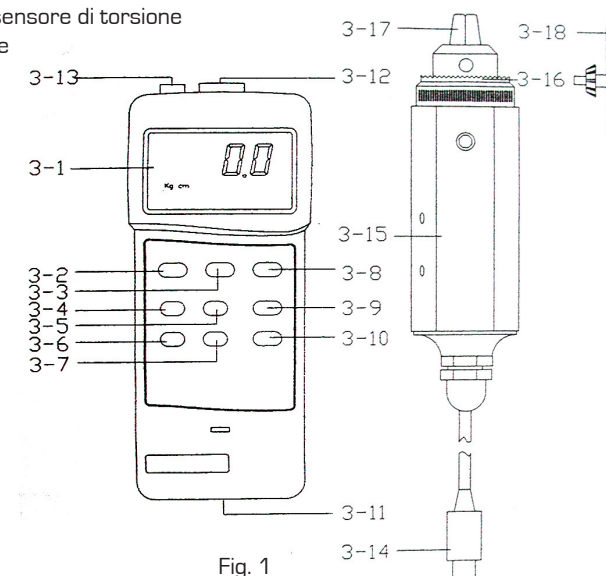
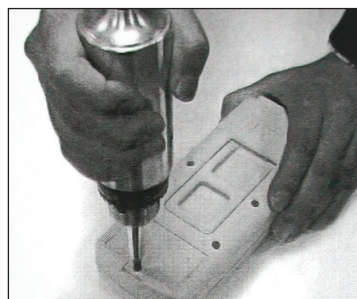
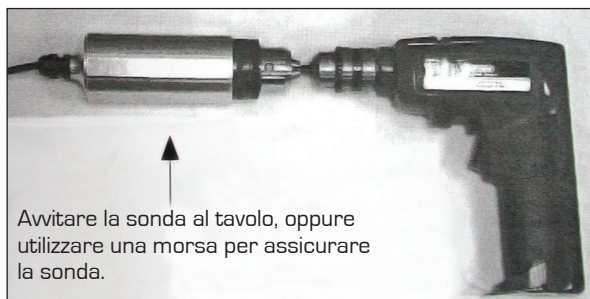

Fig. 1
Fig. 2
Fig. 3
- 1- Inserire il **"Cavo di collegamento del sensore"** (3-14, fig. 1) nella "Preso di collegamento sensore" (3-12, fig. 1).
- 2- Premere il pulsante **"POWER"** (3-2, fig. 1) per accendere il misuratore di torsione
- 3- Premere il pulsante **"SENSOR TYPE"** (3-8, Fig. 1) per verificare se il tipo di sensore del misuratore è idoneo al sensore esterno di torsione. Premere il pulsante "SENSOR TYPE", il display visualizzerà "15 cm kg".
- 4- Pulsante **UNIT**, Premere il pulsante "Unit" (3-5, fig. 1) per selezionare l'unità di misura Kgf-cm, LBF-inch o Newton-cm.
- 5- Pulsante **RESOLUTION**, Premere il pulsante "RESOLUTION" (3-7, fig. 1) per selezionare l'alta o bassa risoluzione.
- 6- Pulsante **FAST/SLOW**, Il pulsante "FAST/SLOW" (3-10, fig. 1) viene usato per selezionare il tempo di campionamento: rapido o lento.
- 7- Fissare al **"Mandrino"** l'attrezzo idoneo alla misurazione, con il "Pignone" (3-18, fig. 1) stringere la "Ghiera" (3-16, fig. 1). Rif. Fig. 2 e Fig. 3
- 8- Pulsante **ZERO**, Prima della misurazione, se il display visualizza un valore diverso da zero, è necessario azzerare il valore di misurazione, preme il pulsante "ZERO" (3-9, fig. 1), il display visualizzerà il valore zero.
- 10- Ritenuta del valore di picco, Durante la misurazione, premere il pulsante "PEAK" (3-6, fig. 1), il display visualizzerà l'indicatore **"PEAK"** e il valore di picco.
- 11- **Ritenuta dati**, Durante la misurazione, premendo il pulsante "Hold" (3-3, fig. 1), il valore misurato viene memorizzato e il display mostrerà il simbolo "HOLD". Premere nuovamente il pulsante "HOLD" per rilasciare la funzione Hold e i dati.
- Il set di dati funzione consente di visualizzare i valori massimi e minimi. Per avviare il set di dati funzione, premere il tasto "Max. / Min. Button" (3-4, fig. 1) una volta. Simbolo "REC" apparirà sul display LCD.
- Con il simbolo **"REC"** sul display: [a] Premere il tasto "Max. / Min. Button" (3-4, fig. 1) una volta, il simbolo "Max" insieme con il valore massimo appariranno sul display.
La funzione "MIN/MAX" consente di visualizzare sul display i valori minimo e massimo della misurazione. Per avviare la funzione premere una volta il pulsante "MIN/MAX" (3-4, fig. 1), il display visualizzerà l'indicatore "REC".
[a] Premere una volta il pulsante "MIN/MAX" (3-4, fig. 1), il display visualizzerà l'indicatore "MAX" e il valore massimo.
[b] Premere ancora una volta il pulsante "MIN/MAX" (3-4, fig. 1), il display visualizzerà l'indicatore "MIN" e il valore minimo.
[c] Per uscire dalla funzione premere per almeno due secondi il pulsante "MIN/MAX" (3-4, fig. 1), il display visualizzerà il valore di torsione attuale.
Per disabilitare questa funzione, durante la misurazione avviare la memoria funzione di registrazione, premendo il pulsante "MAX./MIN." (3-4, fig. 1).
- Il misuratore è dotato di una uscita RS232 3.5mm (3-13, fig. 1) per il collegamento verso un terminale.
- 2- Rimuovere il coperchio del vano batteria(3-11, fig. 1) e rimuovere la batteria scarica